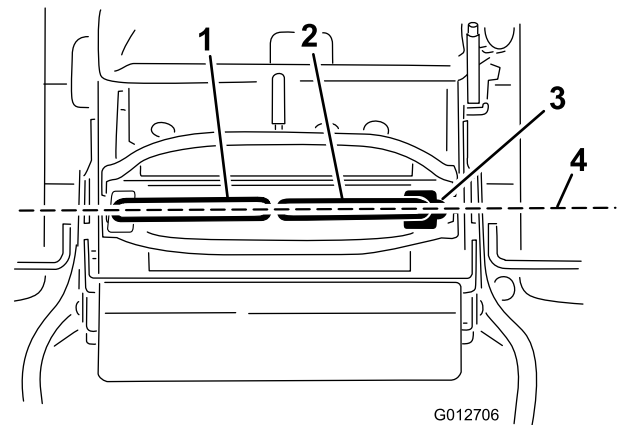

Figura 70
Importante: Compruebe el avance de la máquina después de ajustar las palancas de control de movimiento. Se utiliza el mismo procedimiento para ajustar la dirección y para alinear las palancas de control de movimiento hacia adelante-atrás (Figura 70).
1. Una vez ajustada la alineación horizontal, compruebe la alineación adelante-atrás empujando ligeramente hacia adelante las palancas de control de movimiento para eliminar cualquier holgura del acoplamiento de las palancas de control (Figura 70).